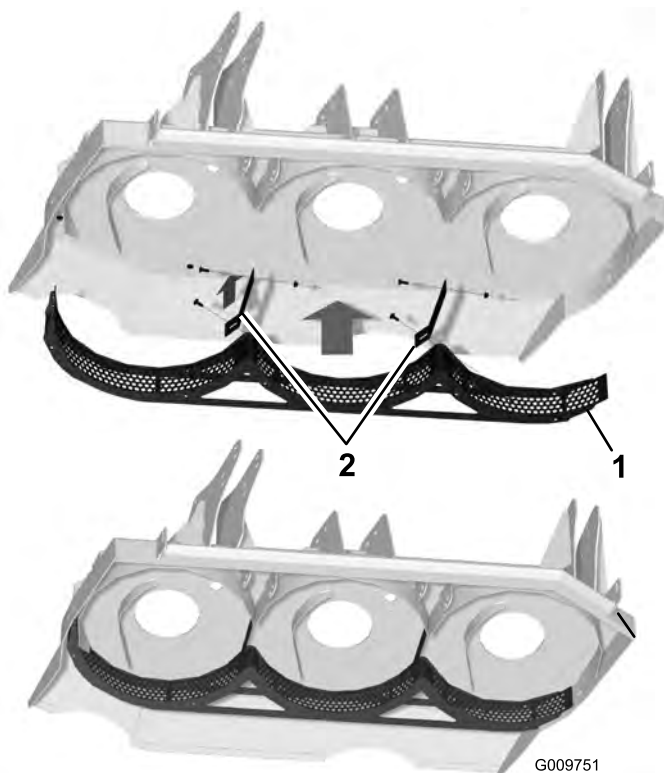

Figure 3
1. Montez le déflecteur de plateau de coupe latéral et alignez-le sur les trous de fixation (Figure 3).
2. Fixez le déflecteur au plateau de coupe avec les 6 boulons de carrossier et écrous légèrement serrés (Figure 3).
3. Fixez les 2 séparateurs au déflecteur et au plateau de coupe avec 4 boulons de carrossier et écrous légèrement serrés. Positionnez les séparateurs comme illustré à la Figure 3.